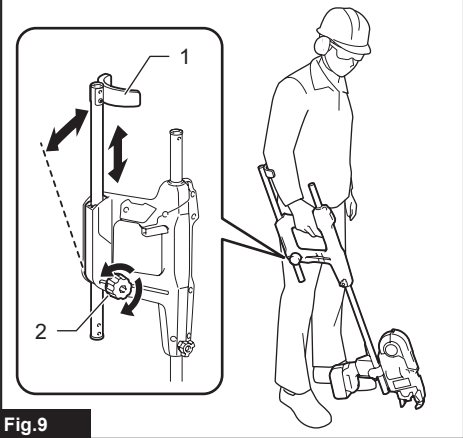

Fig.9
► **Fig.9:** 1. Arm support 2. Clamping nut
► **Fig.9:** 1. Suporte do braço 2. Porca de fixação